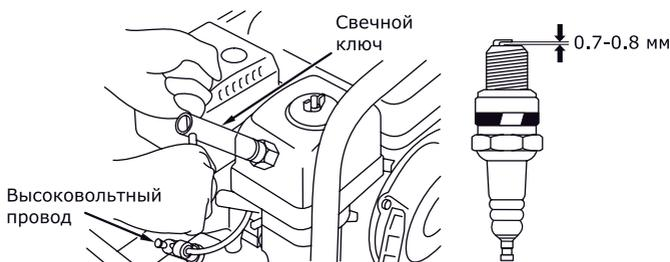

Рис. 18
- Выверните свечным шестигранным ключом (входит в комплект поставки) и осмотрите свечу (рис. 18). Юбка свечи (между керамической частью и металлической частью) должна иметь желтовато-коричневый цвет.
- Проверьте величину зазора между заземляющим и центральным электродами, используя специальный щуп. При необходимости установите зазор 0,7–0,8 мм (рис. 18). Установите свечу зажигания в двигатель и надежно затяните. Недостаточная затяжка свечи зажигания может привести к ее перегреву и повреждению двигателя. Рекомендуется использовать качественные свечи марки BPR4ES – BPR7ES (B – диаметр резьбовой части 14 мм; P – с выступающим носиком изолятора; R – с керамическим резистором для подавления радиопомех; 4-7 – тепловой номинал; E – длина ввернутой части 19 мм; S – стандартный тип) производства японской компании NGK или аналогичные.